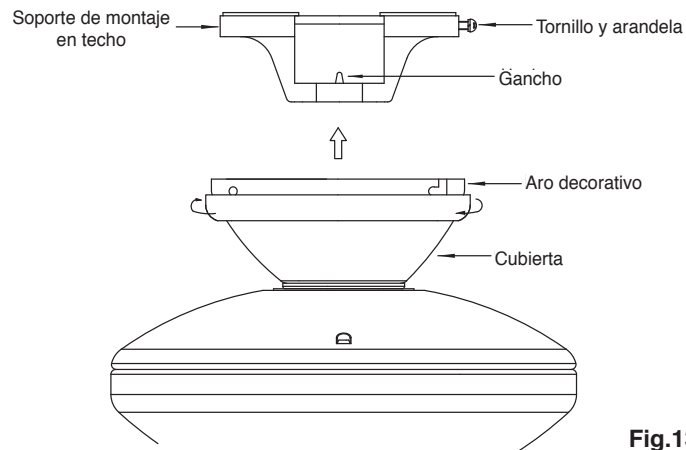

Fig.13
Paso 3. Asegúrate de que los tornillos de montaje están apretados. (Fig. 13)